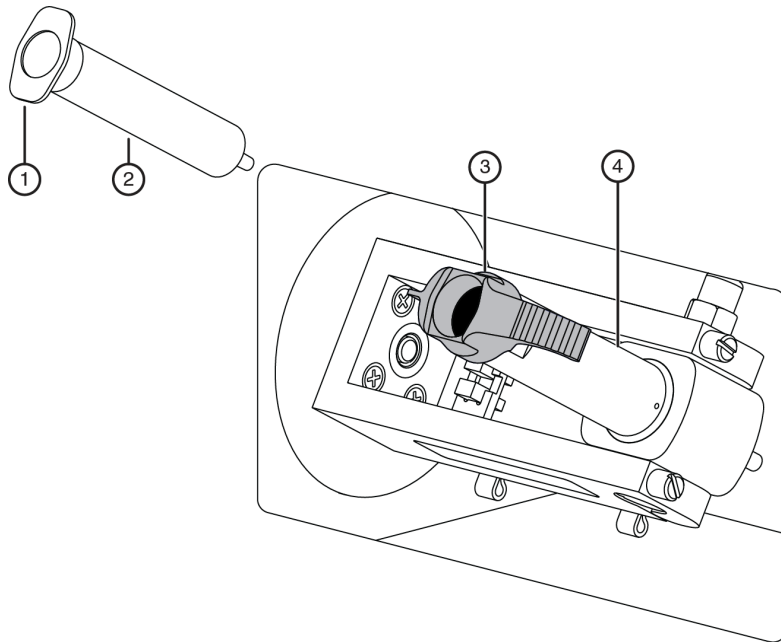

图 3.52 拆卸 / 更换凝胶盒 - 继续
4. 抓住凝胶盒 / 凝胶泵塞翼，然后将其拉出桶（图 3.52）。